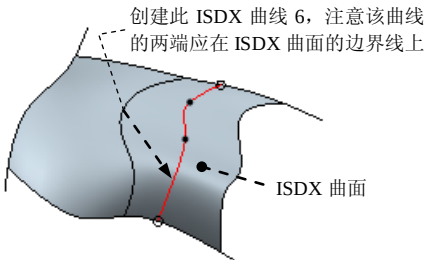

图 8.5.5 绘制 ISDX 曲线 6
(4) 通过在 ISDX 曲面上添加一条内部控制线对曲面进行编辑。
① 创建一条内部控制 ISDX 曲线。单击 **样式** 功能选项卡 **曲线** 区域中的“曲线”按钮 。绘制图 8.5.5 所示的 ISDX 曲线 6（绘制时可按住 Shift 键），然后单击操控板中的  按钮。
注意：同一方向的多条控制线不能相交，控制线和边线也不能相交；当两个方向上有控制线时，不同方向的控制线则必须相交。比如图 8.5.5 所示两条控制线不能相交，图 8.5.6 所示两控制线必须相交。另外，ISDX 曲面的内部控制线端点要落在曲面的边线上。